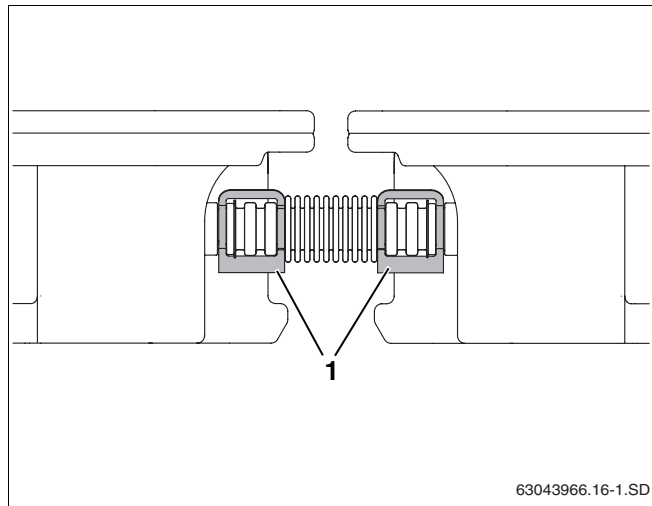

Fig. 50 Connecteur de tube ondulé sécurisé à l'aide des brides de fixation
- Fixez chaque bouchon avec une bride et chaque connecteur avec deux brides (fig. 50, **pos. 1**).